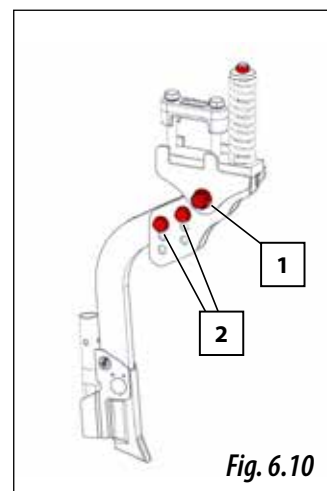

Fig. 6.10
- **BRAS DE SEMIS RÉGLABLES EN HAUTEUR** (Fig. 6.10)
Ces bras sont fixés au support à l'aide d'une vis SOLÀ (1, Fig. 6.10), pourvue d'un écrou autobloquant qui contrôle le jeu du bras en intervenant dessus.
Ces bras sont réglables en 3 points en profondeur (Fig. 6.10), permettant de baisser les bras jusqu'à 4,5 cm, pour régler leur hauteur:
- 1- Enlever les vis et les écrous (2, Fig 6.10).